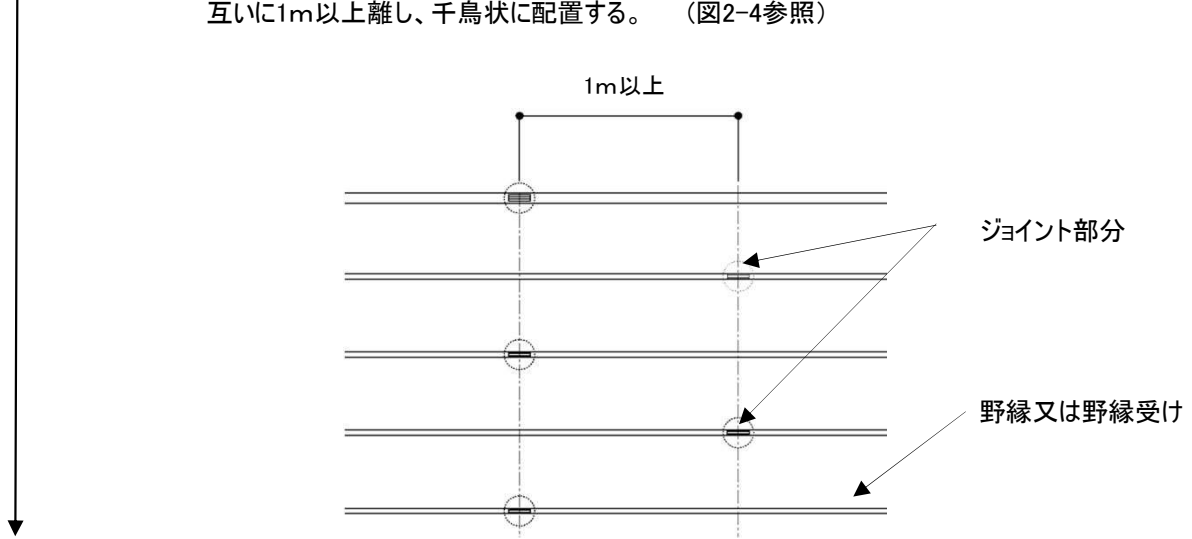

図2-4 野縁、野縁受けのジョイントの設置位置
- ・ 接続部分はジョイント金物を使用し、野縁や野縁受けの隣り合うジョイントの位置は、互いに1m以上離し、千鳥状に配置する。（図2-4参照）